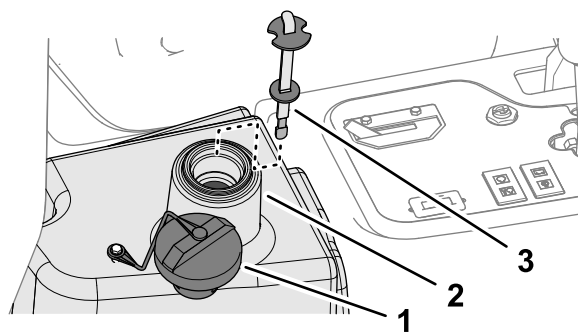

Рисунок 91
- Залейте в гидравлический бак (Рисунок 91) приблизительно 22,7 литра гидравлической жидкости; см. раздел Характеристики гидравлической жидкости (страница 69).